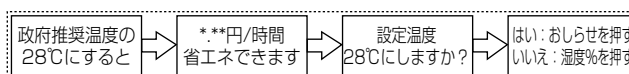

図3. “おしらせ画面”表示例1
エアコンの上手な使い方①(冷房28度以上、暖房20度以下)については、室温が設定温度に安定し政府推奨温度から大きく離れていない場合に、政府推奨温度へ変更した場合の電気代節約額を表示させることで、ユーザーへの設定温度変更を促す(図3)。このような設定変更を促す場合、従来はその機能のボタンがどこにあるのか分からず設定できないことがあったが、“おしらせナビ”では“おしらせナビボタン”一つで設定変更ができるよう、ユニバーサルデザインについても配慮している。